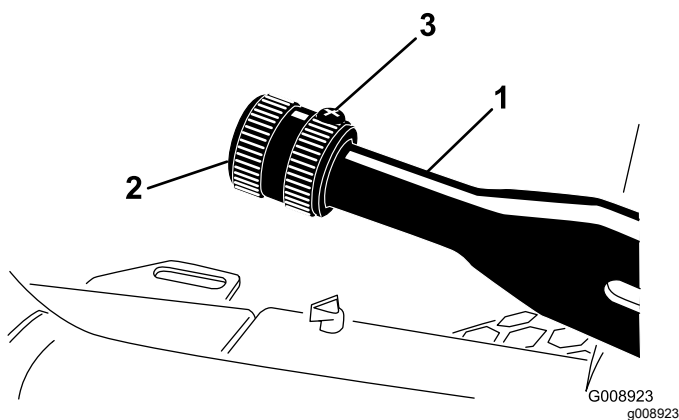

Bild 59
2. Lösen Sie die Stellschraube, mit der das Handrad am Feststellbremshebel befestigt ist (**Bild 59**).